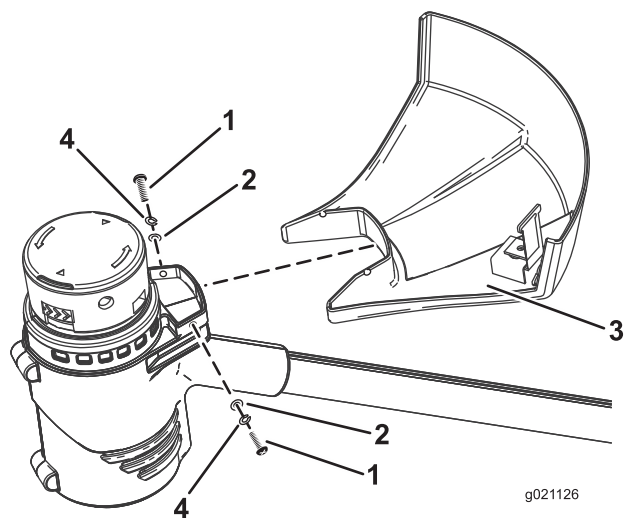

Figura 3
1. Retire los 2 tornillos Phillips y las 4 arandelas que están sujetos con cinta al protector (Figura 3).
2. Deslice el protector sobre la base de la desbrozadora, según se muestra en Figura 3.